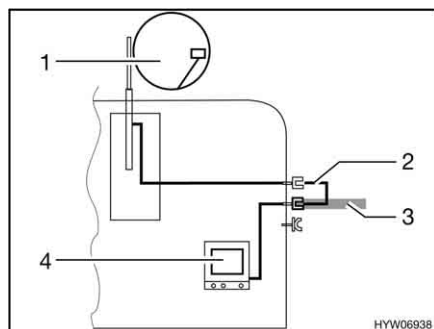

Bild 104 TV i fordonet
- TV i fordonet (Bild 104,4): Anslutning till takantenn (Bild 104,1) med anslutningskabel (Bild 104,2)
- TV i fordonet (Bild 104,4): Anslutning till extern antenn (Bild 104,3)